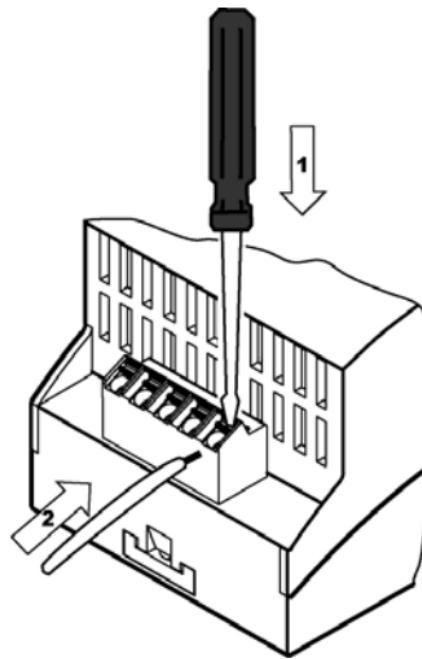

Рисунок 7.5 - Подключение провода к клемме
- отверткой нажимается подвижный элемент на клеммнике (см. рисунок 7.5);